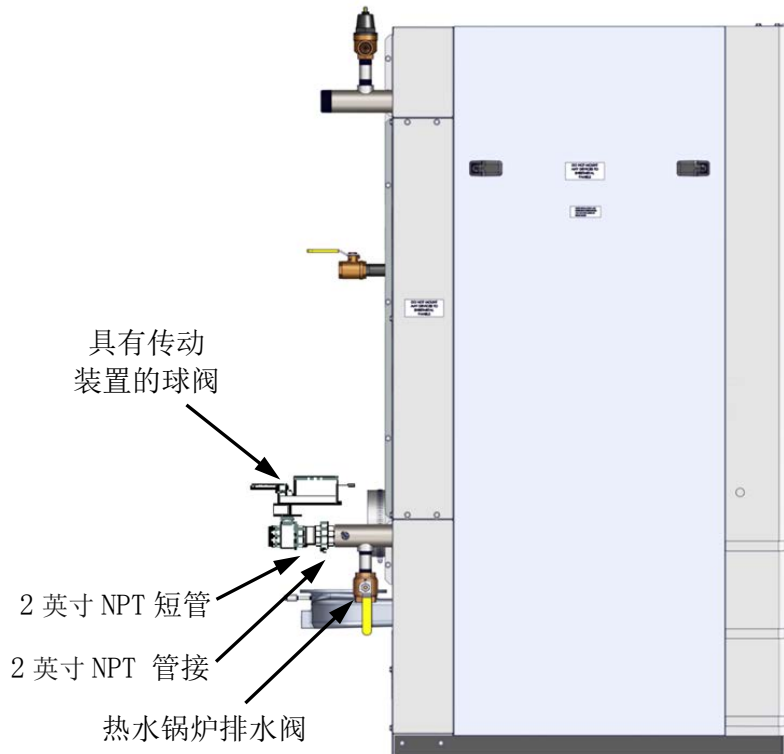

图 2-3b. 配备有顺序阀的创新牌热水锅炉
如果创新牌热水锅炉与 C-More 热水锅炉管理 (WHM) 系统配套使用，且设备上尚未安装传动控制球阀 (图 2-3b)，则该球阀被单独包装放在货箱内。
3. 确保按如图 2-3b 所示的驱动装置外壳的方位来定位阀门。